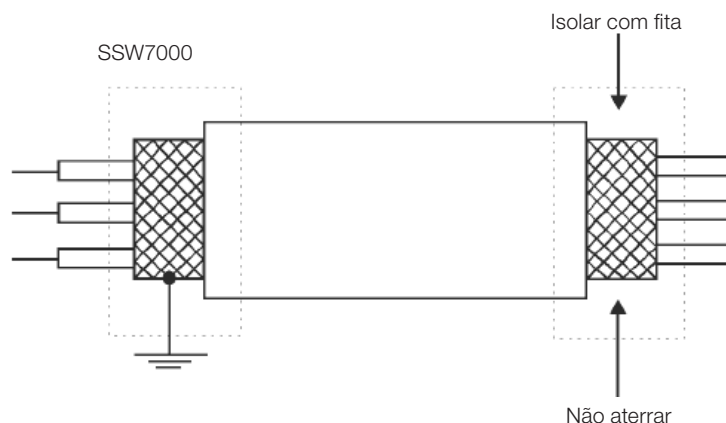

Figura 5.28: Conexão da blindagem
- A correta conexão da blindagem dos cabos é apresentada na figura 5.28. Verifique o exemplo de ligação da blindagem ao terra na figura 5.29.